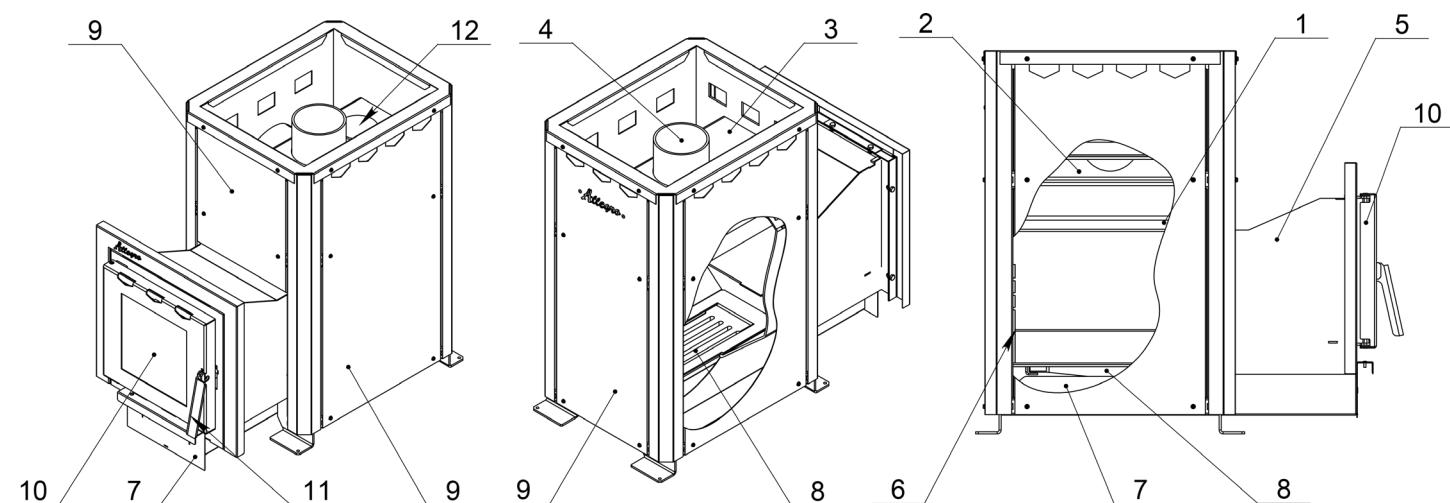

Рис. 1 Устройство печи ALLEGRO
Конструкция печи состоит из следующих узлов: топка, открытая каменка, конвекционные панели (рис.1 поз.9), удлиненный топливный канал (рис.1 поз.5), загрузочная дверца (рис.1 поз.10), чугунный колосник (рис.1 поз.8) и выдвижной зольный ящик (рис.1 поз.7).
Для удобства прочистки, на верхней части каменки расположен прочистной лючок (рис.1 поз.12).
В верхней части камеры сгорания расположены горизонтальные отбойники пламени (рис.1 поз.2), которые направляют газопламенный поток в область вторичного дожигания, а затем в дымовой коллектор для более интенсивного прогрева камней. Размер камеры позволяет полностью обеспечить сгорание летучих углеводородов, выделяющихся при горении дров в размере 35-56 % от общего весового состава топлива.
Вторичный воздух в камеру сгорания подается через канал вторичного воздуха (рис.1 поз.6), который одновременно защищает заднюю стенку печи от перегрева.
Снизу расположен чугунный колосник – воздухоподогреватель (рис.1 поз.8), который увеличивает эффективность горения, нагревая входящий воздушный поток до 130 — 1500С.
Печь оснащена удлиненным топливным каналом (рис. 1 поз.5), что позволяет топить ее из смежного помещения. Печь комплектуются обычной дверцей и дверцей с жаропрочным стеклом (S) (рис. 1 поз.10). Дверца с жаропрочным стеклом, создает отличную обзорность горящего в топке пламени.
Вокруг камеры печи расположены конвекционные панели (рис.1 поз.9), ускоряющие прогрев парного помещения. Передняя и задняя панели окрашены термостойкой кремнийорганической краской, что защищает их от агрессивных факторов внешней среды. Боковые панели выполнены из конструкционной стали и окрашены термостойкой кремнийорганической краской.
Печь оснащена выдвижным зольным ящиком (рис. 1 поз.7), который позволяет регулировать процесс горения и освобождать печь от золы.
Выход дымохода (рис. 1 поз.4) находится по центру печи, что позволяет легко монтировать трубу дымохода, а также установить дополнительный бак для горячей воды емкостью до 70 литров.